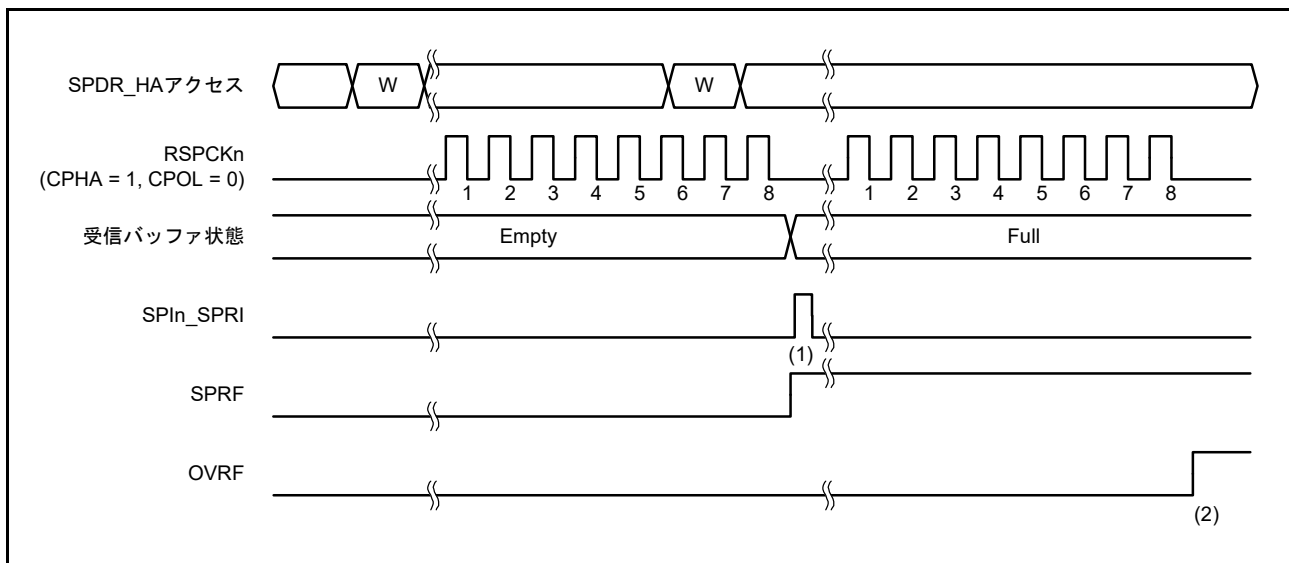
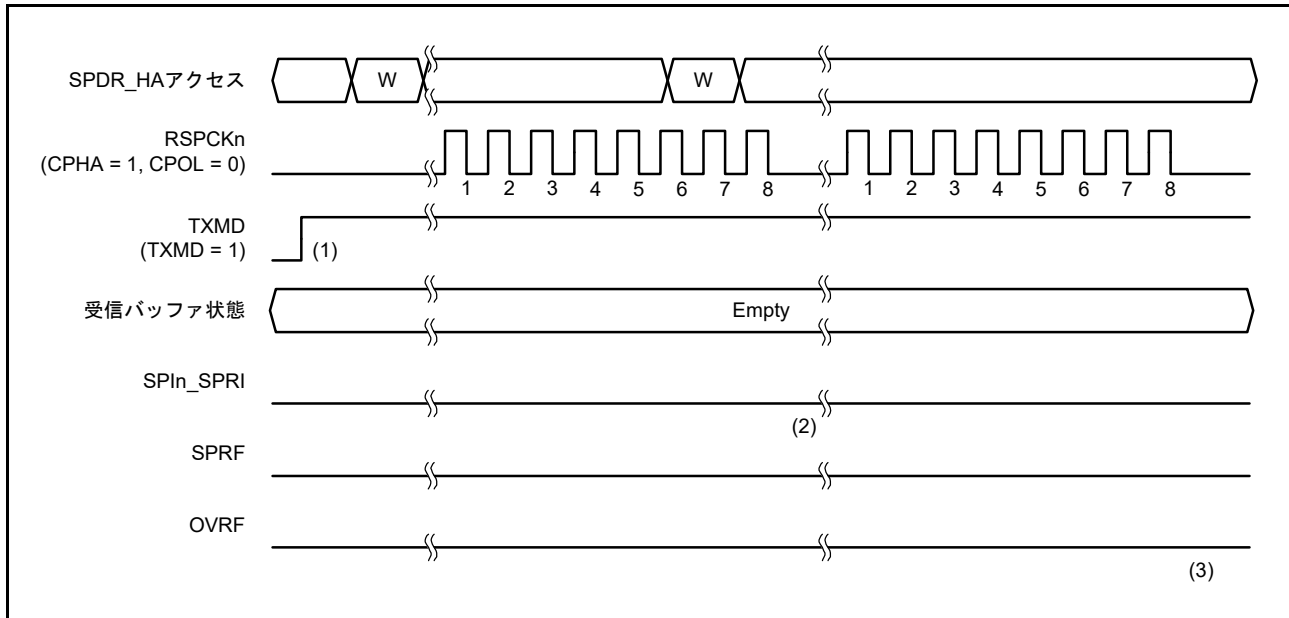

図 30.24 SPCR.TXMD = 0 の動作例
図 30.25 SPCR.TXMD = 1 の動作例
通信動作モード選択ビット (SPCR.TXMD) の設定により、全二重同期式シリアル通信または送信のみの動作を選択できます。図 30.24、図 30.25 に記載のレジスタアクセスは、SPDR/SPDR\_HA レジスタへのアクセス状況を示しています。“W” は書き込みサイクルを示しています。
図 30.24 に、通信動作モード選択ビット (SPCR.TXMD) を 0 にした場合の動作例を示します。この例では、SPCMD0.CPHA ビットが 1、SPCMD0.CPOL ビットが 0 の設定で、SPI が 8 ビットのシリアル転送を実行しています。RSPCKn 波形の下に記載された数字は RSPCK サイクル数 (= 転送ビット数) を示しています。
図 30.25 に、通信動作モード選択ビット (SPCR.TXMD) を 1 にした場合の動作例を示します。この例では、SPCMD0.CPHA ビットが 1、SPCMD0.CPOL ビットが 0 の設定で、SPI が 8 ビットのシリアル転送を実行しています。RSPCKn 波形の下に記載した数字は RSPCK サイクル数 (= 転送ビット数) を示しています。
以下に、図 30.25 でのタイミング (1) ~ (3) でのフラグ動作を説明します。
- (1) 送信のみ動作モード (SPCR.TXMD = 1) へ遷移する前に、受信バッファにデータが残っていないこと (SPSR.SPRF フラグ = 0)、および SPSR.OVRF フラグが 0 であることを確認してください。
- (2) SPDR/SPDR\_HA レジスタの受信バッファが空の状態ではシリアル転送が終了すると、送信のみモード (SPCR.TXMD = 1) を選択している場合、SPSR.SPRF フラグは 0 を保持し、SPI はシフトレジスタのデータを受信バッファへコピーしません。
- (3) SPDR/SPDR\_HA レジスタの受信バッファに以前のシリアル転送の受信データは存在しないため、シリアル転送が終了しても、SPSR.OVRF フラグは 0 を保持し、シフトレジスタのデータを受信バッファへコピーしません。